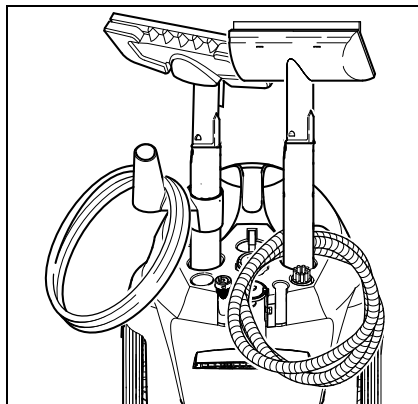

Fig. 3
- Introduzca los tubos de prolongación en el soporte para accesorios grande (véase la fig. 3).